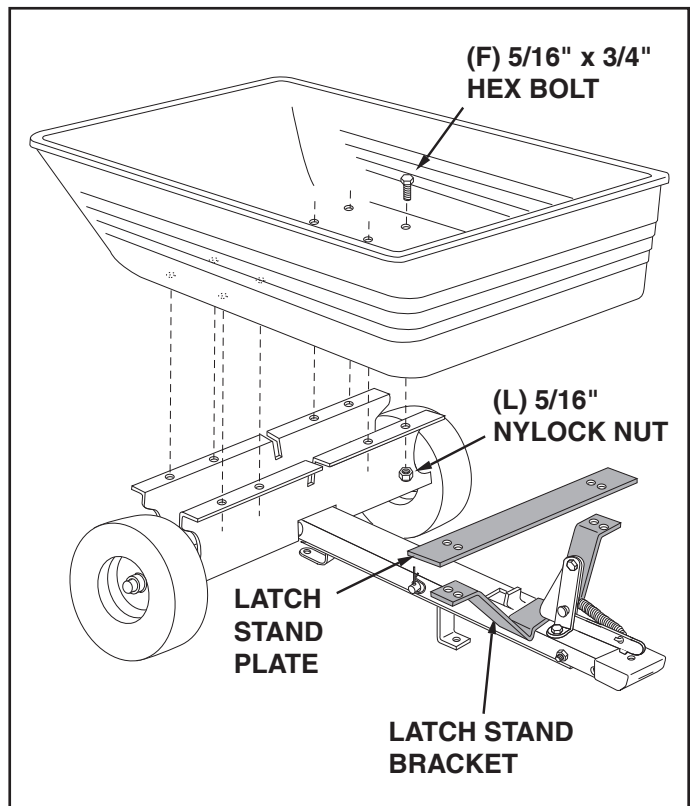

FIGURE 7
- Turn the assembled tongue, wheel support and wheels over to the upright position. Place the latch stand bracket onto the tongue between the latch lock assembly and the raised tab. Place the poly tray onto the wheel support and latch stand bracket. Fasten the tray to the wheel support using eight 5/16" x 3/4" hex bolts (F) and 5/16" nylock nuts (L). **Do not tighten yet.** See figure 7.
- Place the latch stand plate between the latch stand bracket and the poly tray. See figure 7.
13. Retourner le support de roues. Placer la plaque de serrure entre l'assemblage de serrure à ressort et la plaquette soulevée sur la barre d'attelage. Positionner la caisse pour qu'elle tienne bien en place sur le support de roues et la plaque de serrure. Fixer la caisse au support de roues à l'aide de huit boulons à 6 pans (F) et d'écrous (K). **Ne pas serrer maintenant.** Voir figure 7.
14. Placer la plaque de serrure entre le support de serrure et la caisse. Voir figure 7.